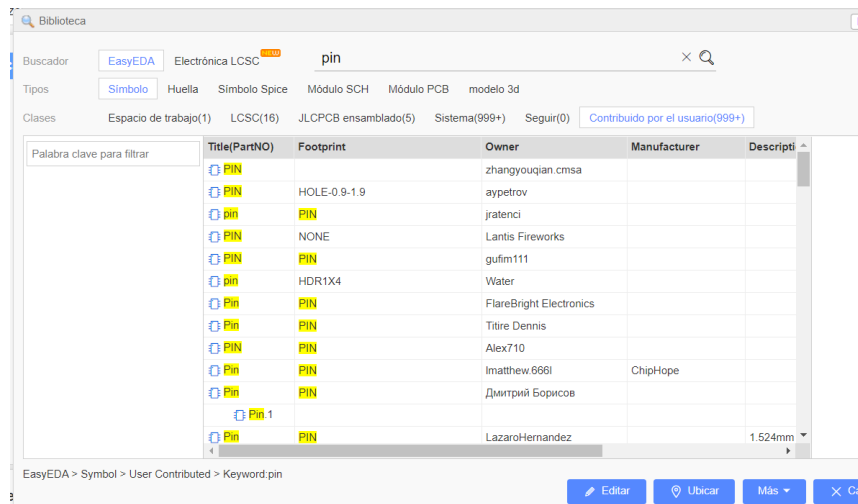

Ilustración 3
2) Por medio de librerías de la misma plataforma o de contribuidores, véase ilustración 3